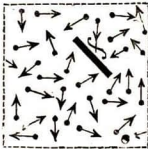

Abb. 134
2. Um den Gasdruck zu erklären, denkt man sich die Gasmoleküle in lebhafter Bewegung begriffen (Abb. 134).